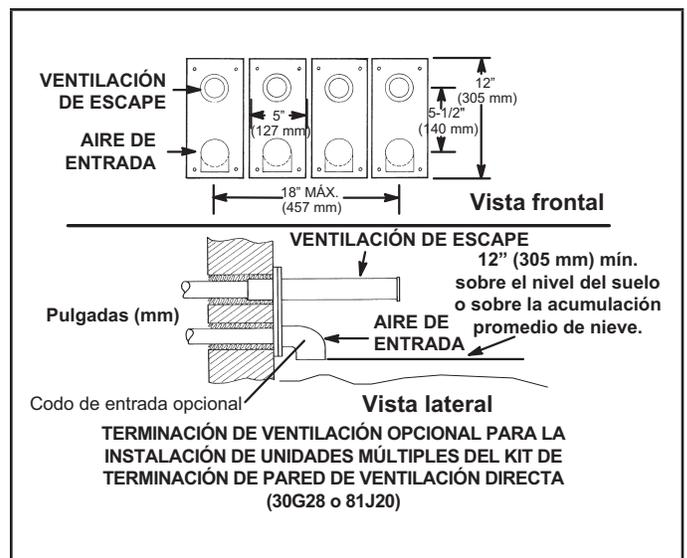

FIGURA 34
- 8 - En función de la recomendación del fabricante, la instalación de calefactores múltiples puede utilizar un grupo de hasta cuatro terminaciones ensambladas juntas horizontalmente, como se muestra en la FIGURA 34.